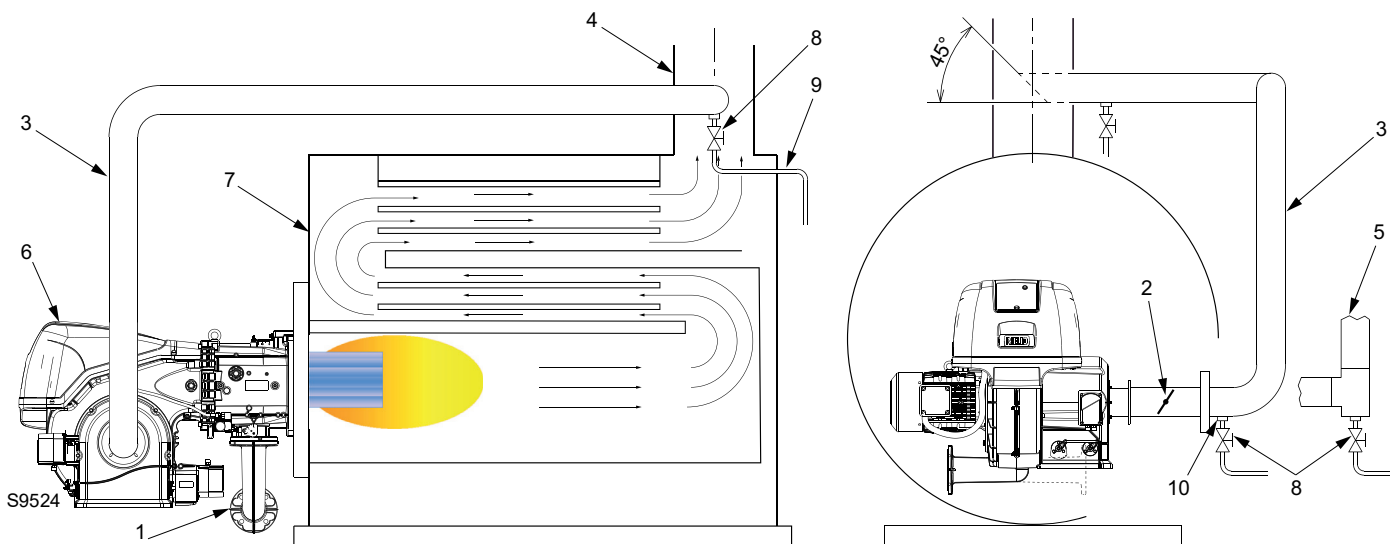

Abb. 17
- Normalerweise sollte die Rohrleitung, wie in Abb. 17 gezeigt, am Rauchabzug angeschlossen werden, sodass ein 45°-Winkel in Richtung des Rauchgasflusses gebildet wird, wobei sich die Mitte des Winkels in der Mitte des Rauchabzugs befindet.
Legende (Abb. 17)